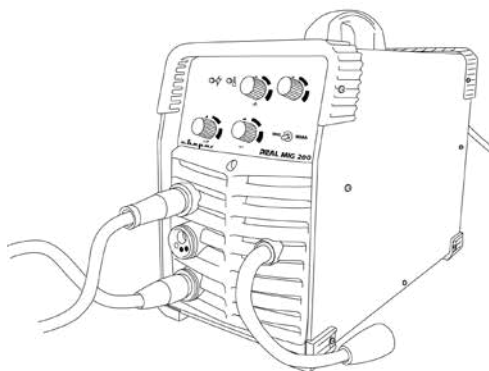

Рис.11.2. Подключение сварочных кабелей.
2. На передней панели сварочного аппарата имеется два панельных разъема «+» и «-». Для плотного закрепления кабеля с электрододержателем и кабеля с клеммой заземления в разъемах, необходимо вставить силовой наконечник с соответствующим кабелем в панельный разъем до упора и повернуть его по часовой стрелке до упора. (См.рис. 11.2)